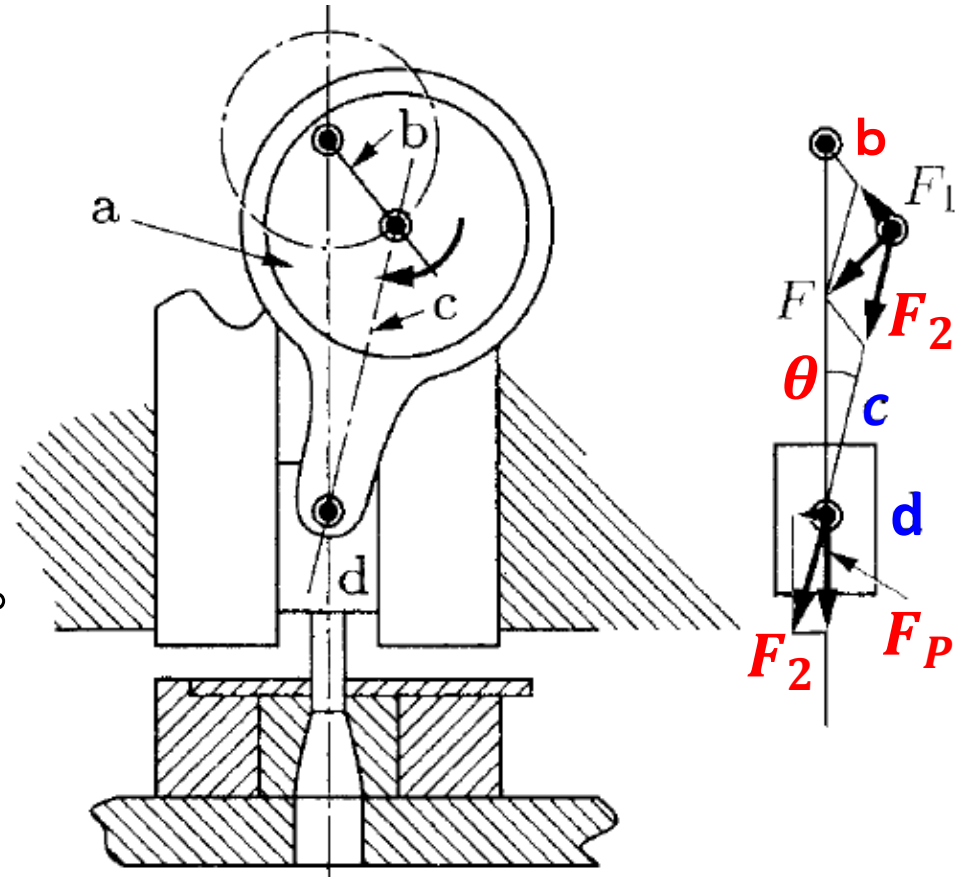

図23 倍力装置
- 図23において、 θ が小さいとき、リンク**b**が回転すると、回り対偶**a**に働く力**F**のリンク**c**方向の分力 F_2 は非常に大きくなる。この大きな力の垂直分力 F_P をスライダ**d**に伝える。